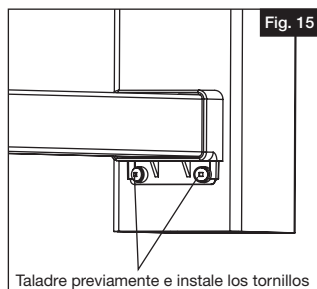

Fig. 15
- b. Coloque dos tornillos de rosca de cabeza cuadrada de $1\frac{1}{4}$ " n.° 10 (Fig. 15).